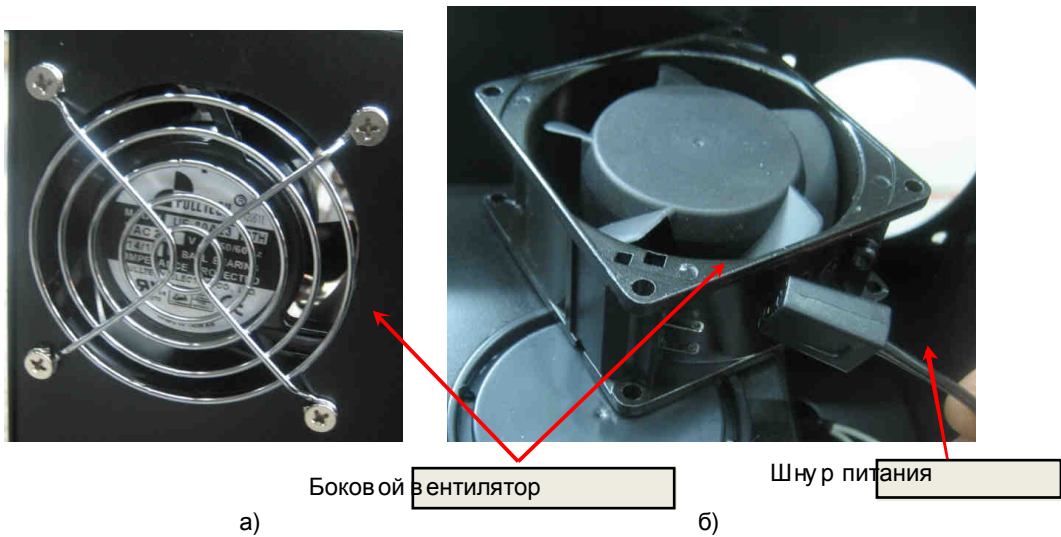

Рис. 6.10.
6.8.3. Выкрутить четыре винта крепления бокового вентилятора удерживая гайки (рис. 6.10а), демонтировать решётку и положить их в тару.
6.8.4. Отсоединить шнур питания бокового вентилятора (рис. 6.10б) и положить вентилятор в тару.